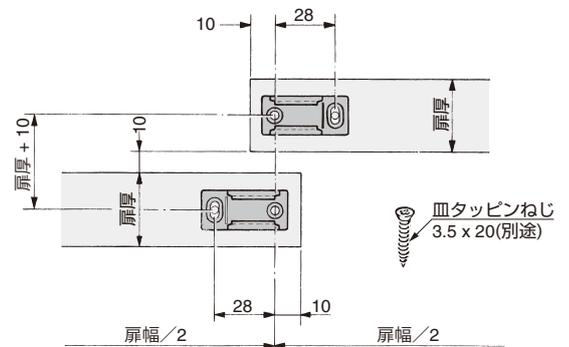

図 1-5
- (1) キャビネットの底板の2枚の扉の走路の中心に、下ガイド④(後述)を取り付けるための下穴をあけてください(図 1-5)。
4. 扉には、下端にガイドレール⑨の溝を設け、そこにガイドレール⑨を組み込んでください。